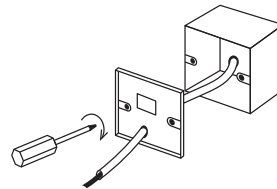

Рисунок 2
3. Как показано на рис.2, закрепите винты 4x20мм вместе с задней крышкой на коробке 8 б, затем пропустите подводящие провода через заднюю крышку.